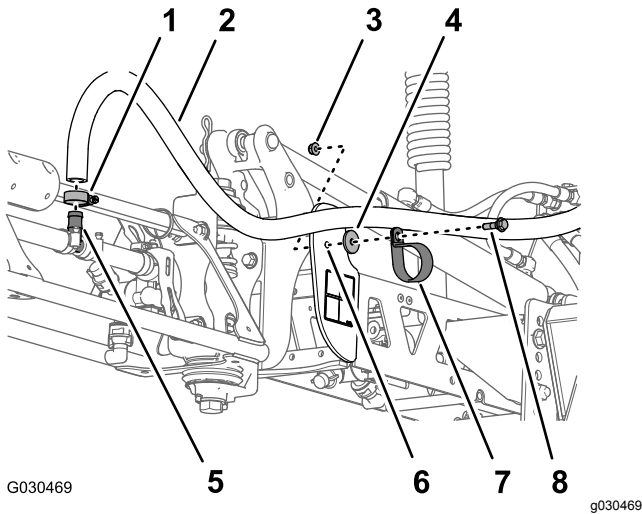

Figura 61
1. En el lado delantero de la sección de brazos del fumigador, retire la abrazadera en R, el perno de cuello largo (5/16"), la arandela (5/16") y la contratuerca con arandela prensada (5/16") que sujetan la manguera de los brazos al bastidor de la sección central (Figura 61).
2. Retire la abrazadera de la manguera y la manguera de los brazos del acoplamiento en T dentado (Figura 61).